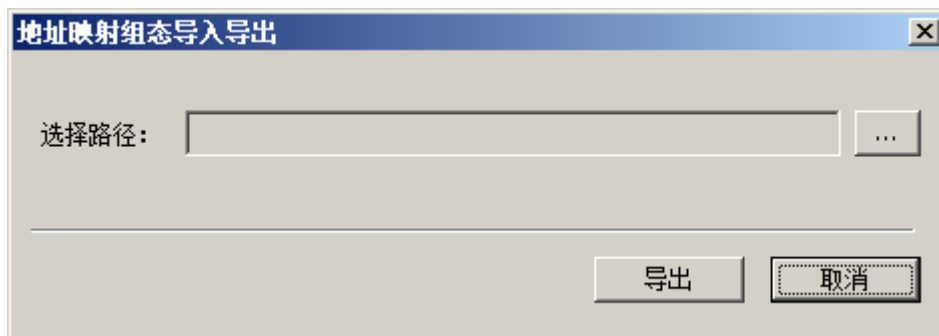

图 4-15 导出命令映射表
- 1) 选中从站，单击工具栏导出图标，打开如图 4-15所示界面。